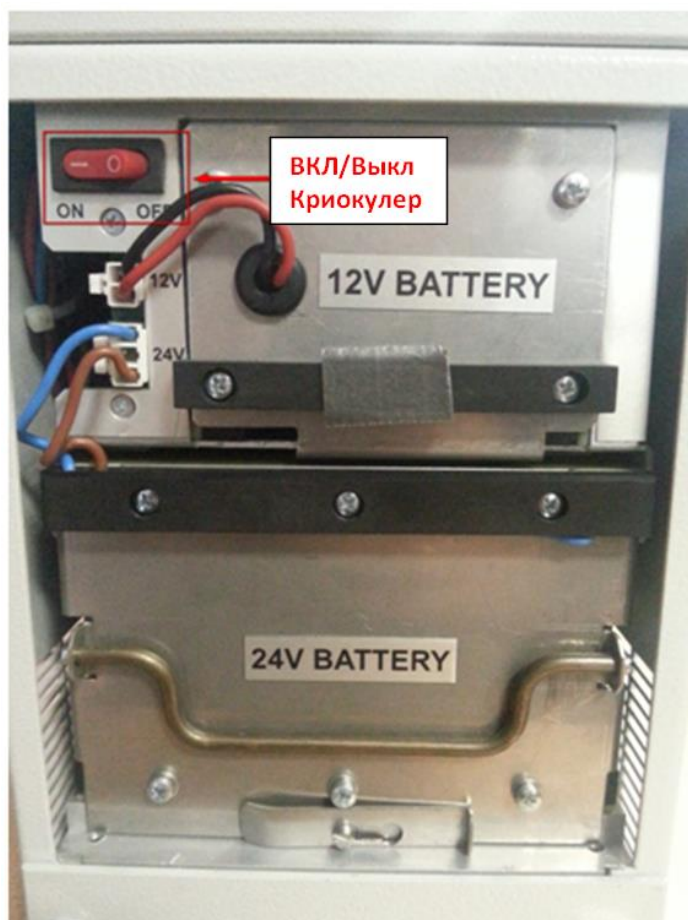

Рис. 44. Кнопка включения/выключения криокулера.
1.11.7.11.16.8.1.4 Включите криокулер нажатием красной кнопки - I/O (см. Рис. 44).